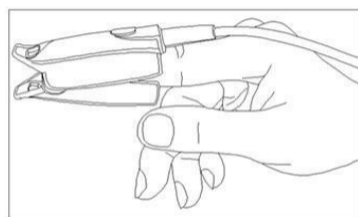

Figura 1 Sensore a clip da dito
2. Per il sensore SpO₂ a clip da dito per adulti, inserire un dito (preferibilmente il dito indice, ma si possono utilizzare anche il medio o l'anulare, a condizione che le unghie siano della lunghezza appropriata) nel sensore secondo il simbolo sulla clip del sensore, come mostrato nella Figura 1.